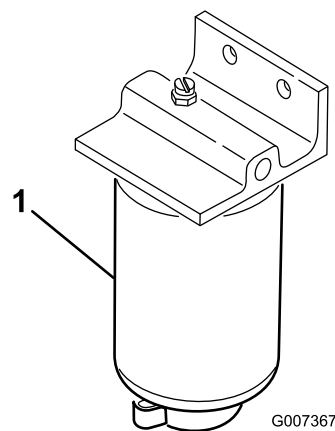

図 47
1. 燃料フィルタの下に汚れのない容器をおく 図 47。
2. フィルタの取り付け部周辺をウェスできれいにぬぐう 図 47。